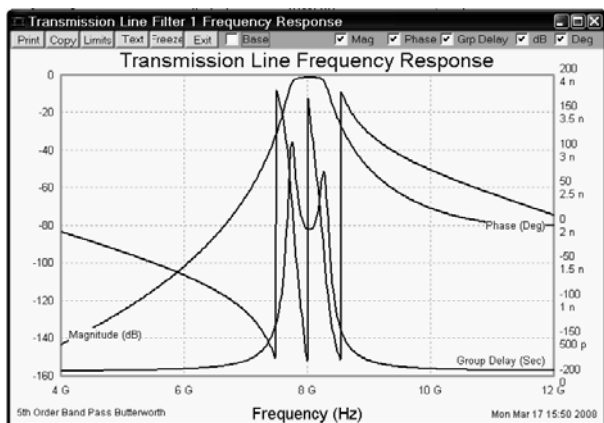

Рис. 1.9
5. **Freq** – Открывает окно графиков коэффициента передачи, фазы и группового времени задержки (рис. 1.9). В правой верхней части окна графиков имеется ряд переключателей, отмечая которые или снимая отметку, можно добавлять или убирать соответствующие графики. В левой верхней части этого окна имеется ряд кнопок меню. Если щёлкнуть мышкой по